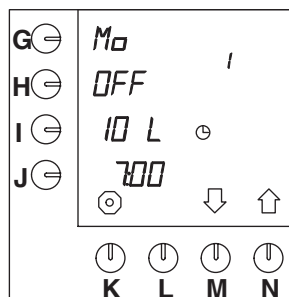

Fig. 14 Paramètre pré-programmé de démarrage par défaut
- Ensuite, la programmation du premier paramètre de démarrage suivante s'affiche sur l'écran de contrôle (fig.14).
- Après cela, le paramètre du premier programme de démarrage automatique s'affiche sur l'écran de contrôle (fig.14 ).